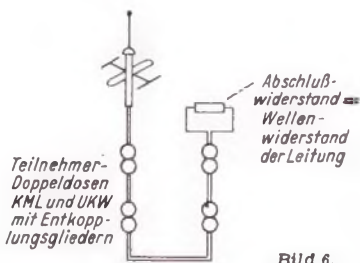
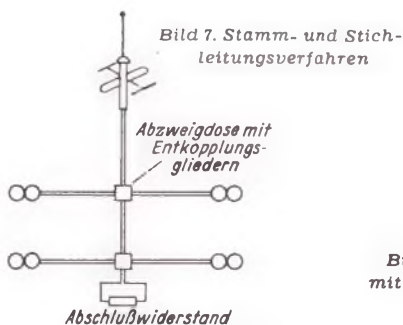

Bild 6.
Bild 7. Stamm- und Stichleitungsverfahren
Rechts: Bild 7. Gesamtschaltbild des Ablenkjochs ASH 70-1
**Gesamtschaltung (Bild 7)**
Je nach Lage der Teilnehmeranschlüsse wird man dem Durchschleifverfahren (Bild 6) oder dem Stamm- und Stichleitungsverfahren (Bild 7) den Vorzug geben oder beide Methoden kombinieren, wenn sich daraus eine geringere Leitungslänge ergibt. Außerdem hält man die Zahl der Mauerdurchbrüche möglichst niedrig. Theoretisch besteht beim Stamm-Stichleitungsverfahren die Möglichkeit, daß stehende Wellen in den Stichleitungen auftreten, die einen Kurzschluß für die Stammleitung darstellen würden.